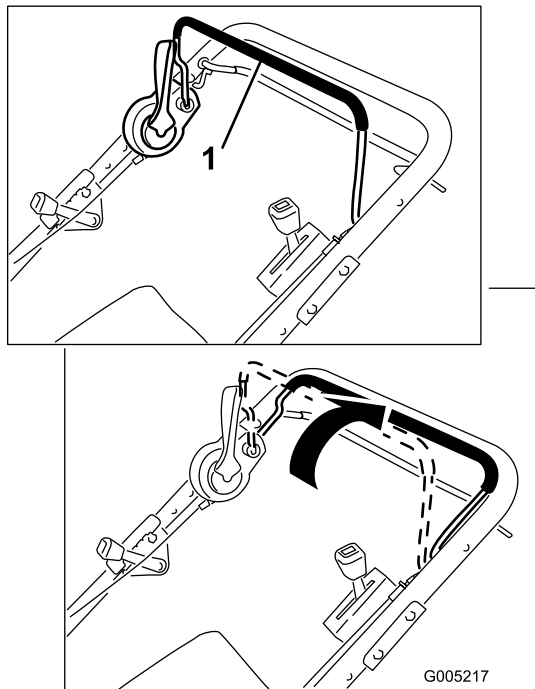

Figura 12
1. Premete la barra di comando della lama contro la stegola e tenetela in questa posizione (Figura 12).